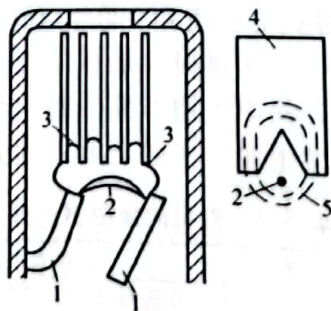

图 5-10 栅片灭弧法
④ 栅片灭弧法。如图 5-10 所示，当触点分开时，产生的电弧在电动力的作用下被推入一组金属栅片中而被分割成数段，彼此绝缘的金属栅片的每一片都相当于一个电极，因而就有许多个阴阳极压降。对交流电弧来说，近阴极处，在电弧过零时就会熄灭。由于栅片灭弧效应在交流时要比直流时强得多，所以交流电器常常采用栅片灭弧。